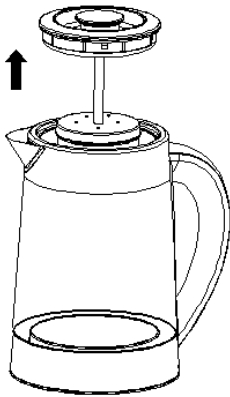
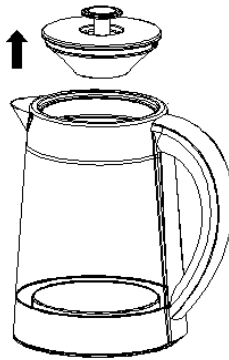

Fig. 6
Fig. 7
1. Um das Wasser zu, drücken Sie den in Abb. 6 gezeigten Deckelöffnungsknopf; Der Deckel öffnet sich, wenn dieser Knopf springt und Sie ihn entfernen können. Wenn Sie den Tee kochen, können Sie den Deckel direkt entfernen (siehe Abb. 7), um den Tee in den Teebeutel zu füllen und dann das entsprechende Wasser auf den Pegel zwischen MIN und MAX zu geben, der auf dem Wasserkocher angezeigt wird.